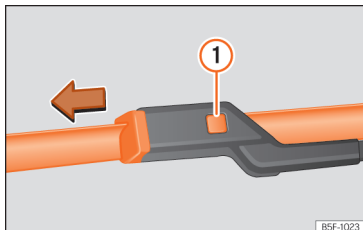

Abb. 158 Scheibenwischerblätter vorne auswechseln.
- Die Entriegelungstaste » » **[Abb. 158]** ① gedrückt halten und gleichzeitig das Scheibenwischerblatt vorsichtig in Pfeilrichtung abziehen.